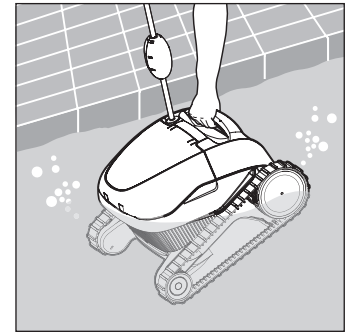

Figura 8
3. Usando el mango, retire el limpiafondo de la piscina. Ver **Figura 8**.